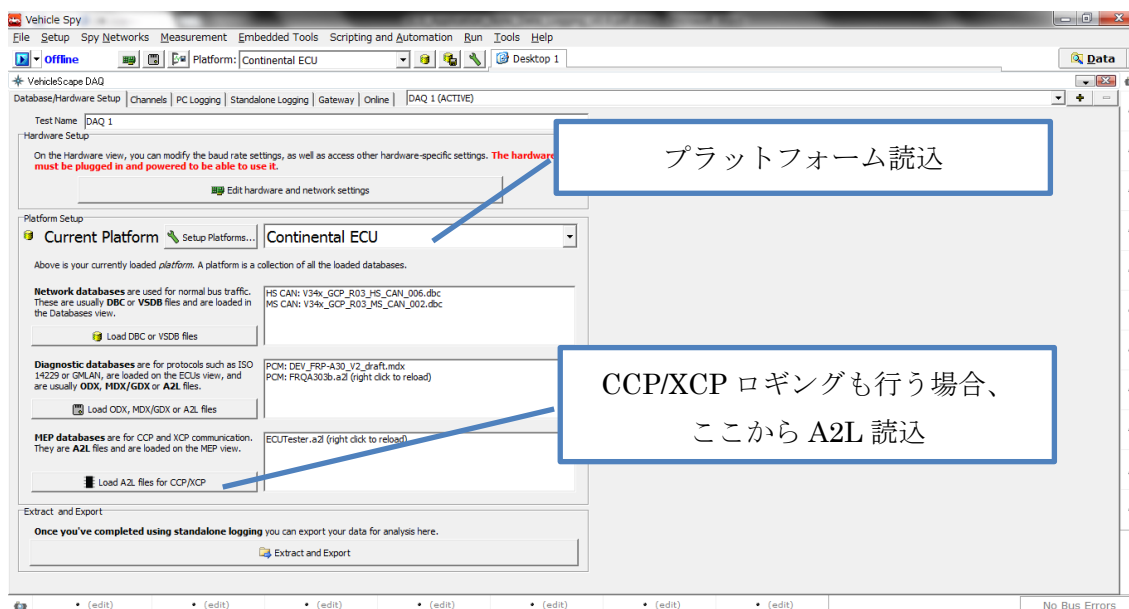

図 11 VehicleScape DAQ におけるプラットフォーム設定画面
2) プラットフォーム読込(図 11)
図 11 のように、適当なプラットフォームを読み込むことで、DBC や ODX 等が自動でロードされます(プラットフォームの作成方法については Vehicle Spy のヘルプを参照下さい)。さらに CCP/XCP 経由のロギングも同時に行う場合は、Load A2L files for CCP/XCP ボタンを押下し A2L ファイルを読み込んで下さい。